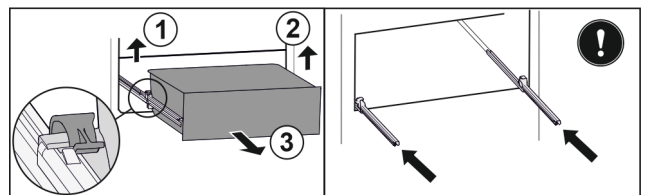

Fig. 139
- Linke Klemme anheben und gleichzeitig Schubfach links nach vorne ziehen. Fig. 139 (1)
- Rechte Klemme anheben und gleichzeitig Schubfach rechts nach vorne ziehen. Fig. 139 (2)
- Schubfach nach vorne entnehmen. Fig. 139 (3)